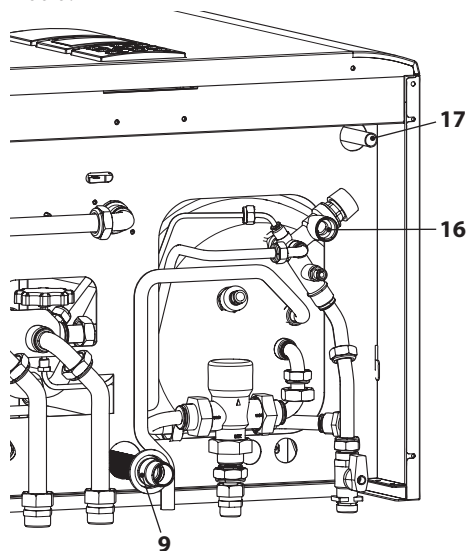

Figura 5.4
- Collegare lo scarico delle valvole di sicurezza 16 e 17 in Figura 5.4 ad un imbuto di scarico.
- Inserire il tubo flessibile di scarico condensa 9 Figura 5.4 all'interno del condotto di sca-